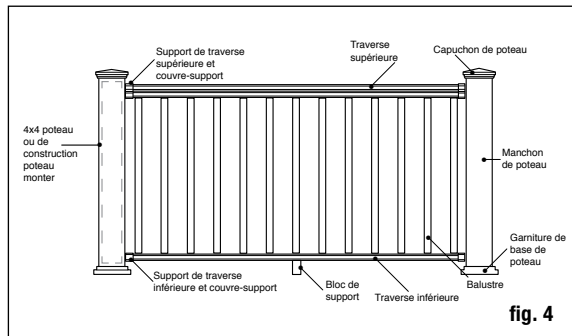

fig. 4
Étape 5 Taillez les manchons de poteaux à leur longueur. Les manchons de poteaux devraient être d'au moins 3,6 cm (1-1/2 po) plus long que la hauteur du garde-corps (fig. 4). Exemple : Pour un garde-corps de 91 cm (36 po) de haut, découpez le manchon à au moins 97 cm (38 1/2 po), mais pouvant être laissé plus long si vous le désirez. Faites glisser un manchon de poteau coupé sur chaque poteau de garde-corps 4 x 4 ou support de poteau. Les manchons des poteaux devraient glisser facilement sur ceux-ci. **NE FORCEZ PAS** le manchon sur le poteau. Les poteaux 4 x 4 vrillés ou tordus devraient être remplacés. Glissez une garniture de base de poteau (facultative) sur chaque manchon de poteau pour offrir un beau fini. *Remarque : Il est recommandé d'installer la garniture de base de poteau avant la traverse inférieure. Cependant, la conception à deux pièces permet à l'installateur d'ajouter la garniture de base de poteau après l'installation de la rampe. Pour installer, appliquez une fine couche d'adhésif clair de construction pour l'extérieur, à l'intérieur de la garniture du poteau, là où elle entrera en contact avec le manchon de poteau, puis insérez en place, autour de la base du manchon de poteau.*